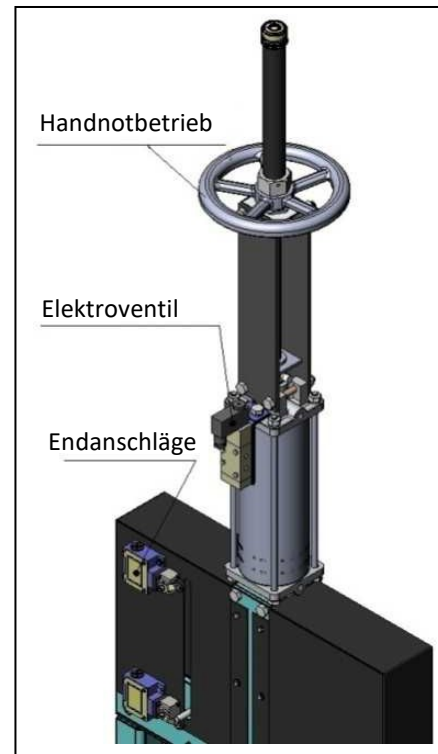

Abb. 18
-Mechanische Endanschläge, induktive Näherungssensoren und Stellungsregler (Abb. 18):
- Elektroventile (Abb. 18).